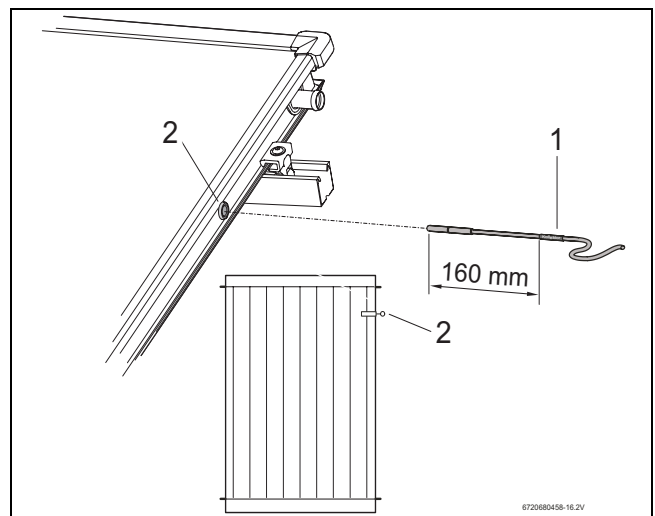

Fig. 46 Deslizar la sonda en el captador
Para que la instalación solar funcione correctamente es necesario deslizar la sonda del captador (Fig. 46, [1]) hasta el tope (corresponde a aprox. 160 mm) en el tubo guía de la sonda.
- ▶ Perfore con la sonda del captador o con un destornillador la capa de impermeabilización del paso de la sonda (Fig. 46, [2]).